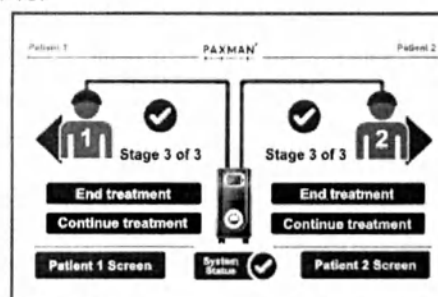

Рис. 41.
- Теперь будет отображаться 'Time Elapsed' («Истекшее время»). Рис. 41.
- После завершения охлаждения после введения нажмите кнопку **End Session** (Завершить сеанс), как показано на рис. 41.